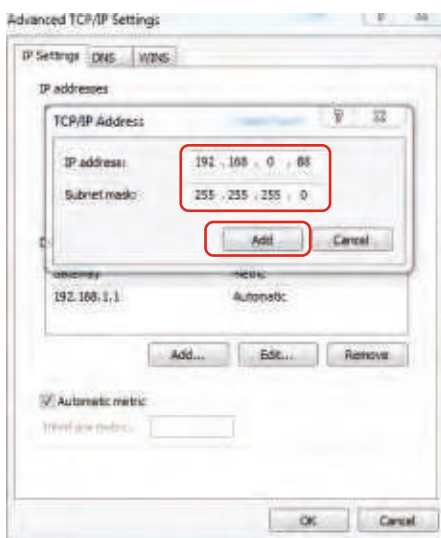

Fig. 6.9
(3) Immettere le seguenti informazioni nella finestra "TCP/IP address". Fare clic su "Add" (vedi Fig. 6.9).